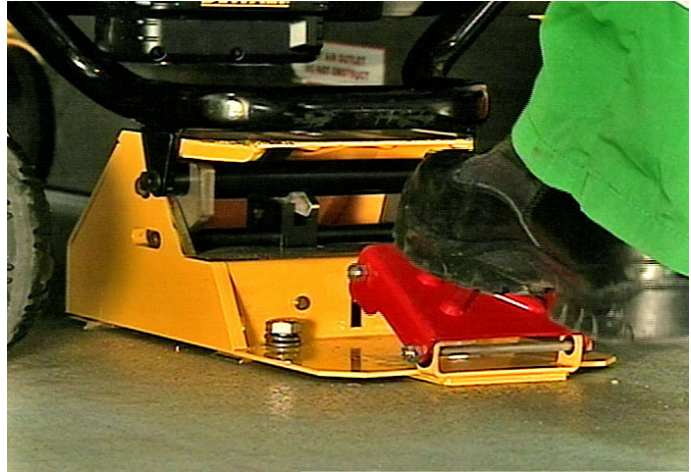

Abbildung 17 - Druck auf Fußende
1. Das Pedal fest herunterdrücken, bis sich der Arretierungsmechanismus löst, wie in Abbildung 17 dargestellt.